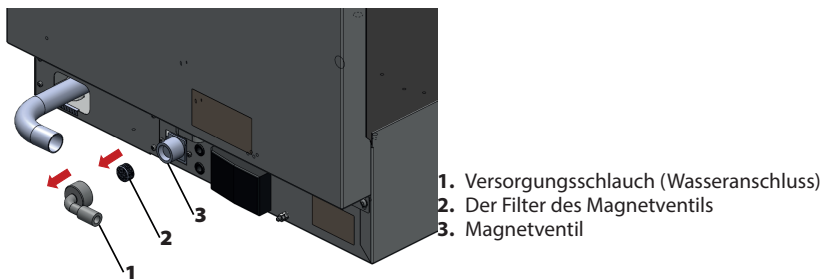

Abb. 14
- den Versorgungsschlauch (Bild. 14 Pos. 1) von dem Magnetventil (Bild. 14 Pos. 3) abschrauben,
- den im Magnetventil befindlichen Filter (Bild 14 Pos. 2) demontieren und reinigen.